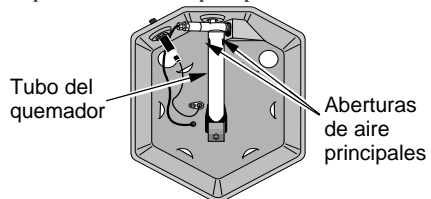

Figura 4: Vista de la parte inferior del calentador
Para revisar que la llama del quemador sea la apropiada, mire a través de los orificios de ventilación en la parte superior del calentador para ver la llama del quemador. La llama del quemador debe estar azul en su mayoría, con coloraciones amarillas en las puntas. Si la llama del quemador está amarilla en su mayoría, es posible que las aberturas principales en el tubo del quemador bajo la base del calentador estén bloqueadas (consulte la figura 4).
- Vuelque el calentador para situar las aberturas principales de aire en el tubo del quemador (consulte la figura 4). Extraiga cualquier basura que esté bloqueando las aberturas principales de aire.